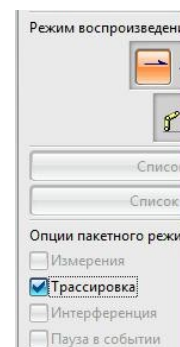

рис.54
- А в окне *Анимация* нужно также включить переключатель *Трассировка* (рис.54).